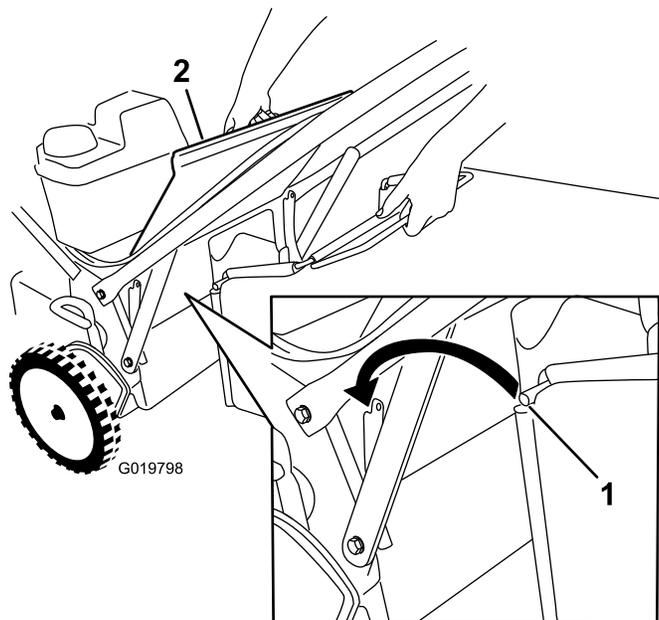

Figura 25
1. Levante y sujete el deflector trasero (Figura 25).
3. Instale la varilla de la bolsa en las muescas de la base del manillar, y mueva la bolsa hacia adelante y hacia atrás para verificar que la varilla está asentada en el fondo de cada muesca; consulte Figura 25.